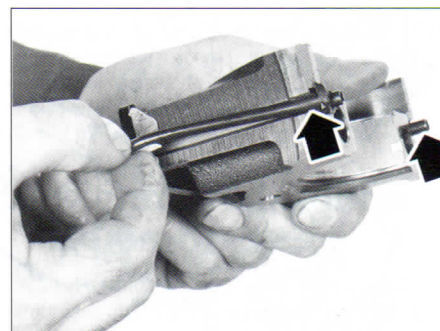

FIG. 61
- Montar las dos juntas a cada lado del apoyo (fig. 61).